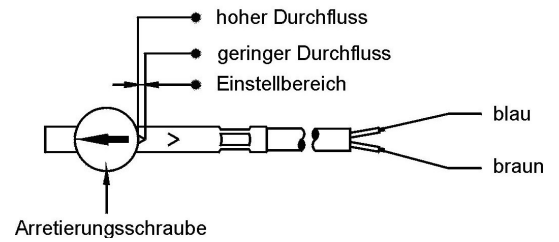
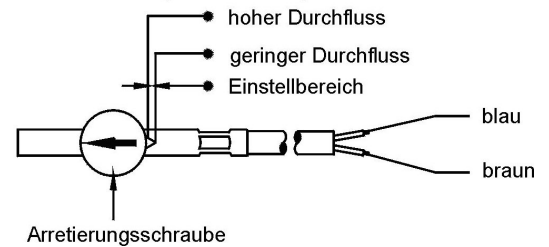

Abb. 20
Abb. 21
- ✚ Verschieben Sie anschließend die Schalteinheit so weit, dass bei gewünschtem Arbeitskontakt, der rote (Abb. 20) bzw. bei Ruhekontakt der blaue Pfeil (Abb. 21) am Eingang der Führung der Schalteinheit sichtbar ist (entfällt bei Wechselkontakt).